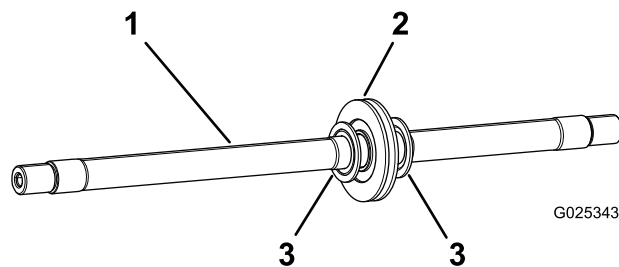

Figura 6
1. Installate un disco distanziale sull'area leggermente più ampia dell'assale, nel punto di congiunzione dei tubi dei 2 rulli (Figura 6).
2. Installate una protezione vellutata del cuscinetto su ogni lato del disco distanziale (Figura 6).